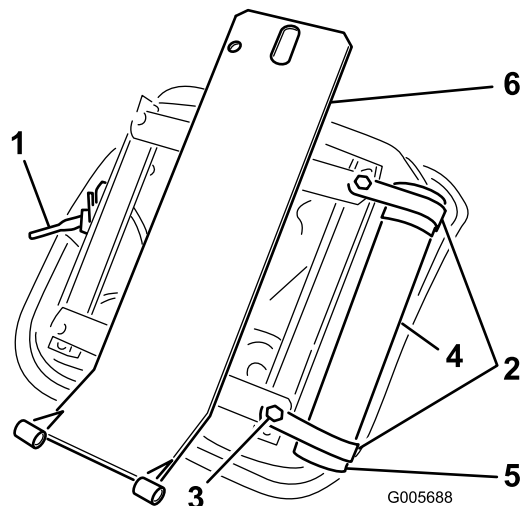

Figure 12
1. Montez l'ensemble suspension sur 4 vis situées sur la base du siège et fixez-le en place avec 4 rondelles-freins, rondelles plates et écrous (Figure 12).
2. Fixez sans les serrer les 2 colliers en R au côté droit de la base du siège avec 2 vis d'assemblage et rondelles plates fournies avec le kit (Figure 12). Placez le tube de rangement du manuel dans les colliers en R et serrez les vis d'assemblage (Figure 12).
3. Montez le support de siège sur quatre goujons filetés sur la base de l'ensemble suspension et fixez-le en place avec des écrous à embase (Figure 12).